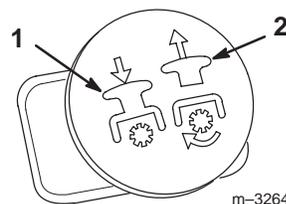

Bild 14
- Ziehen Sie den ZWA-Schalter auf EIN (Bild 14).